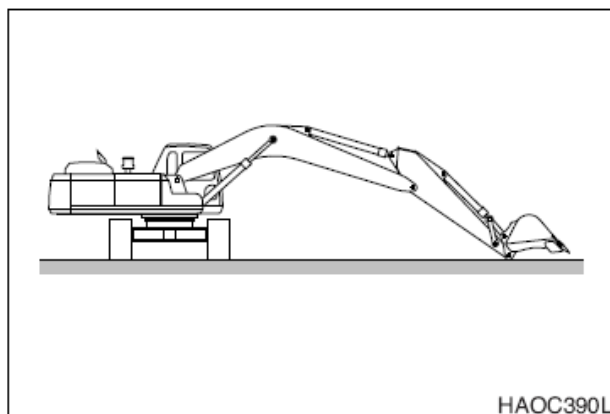

Рис. 77
1. Установить машину на плотном ровном грунте. Повернуть верхнюю часть машины перпендикулярно гусеницам (90°). Опустить стрелу и установить ковш на грунт, как показано на рис. 77.